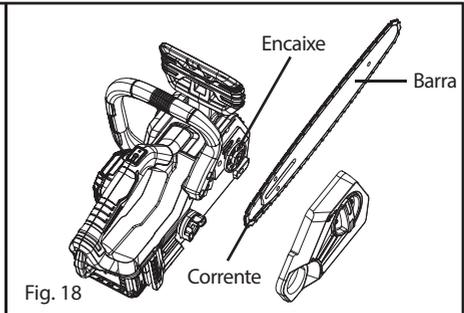

Fig. 18
3. Remova o botão de bloqueio da tampa da corrente e remova a corrente a substituir (fig.18).